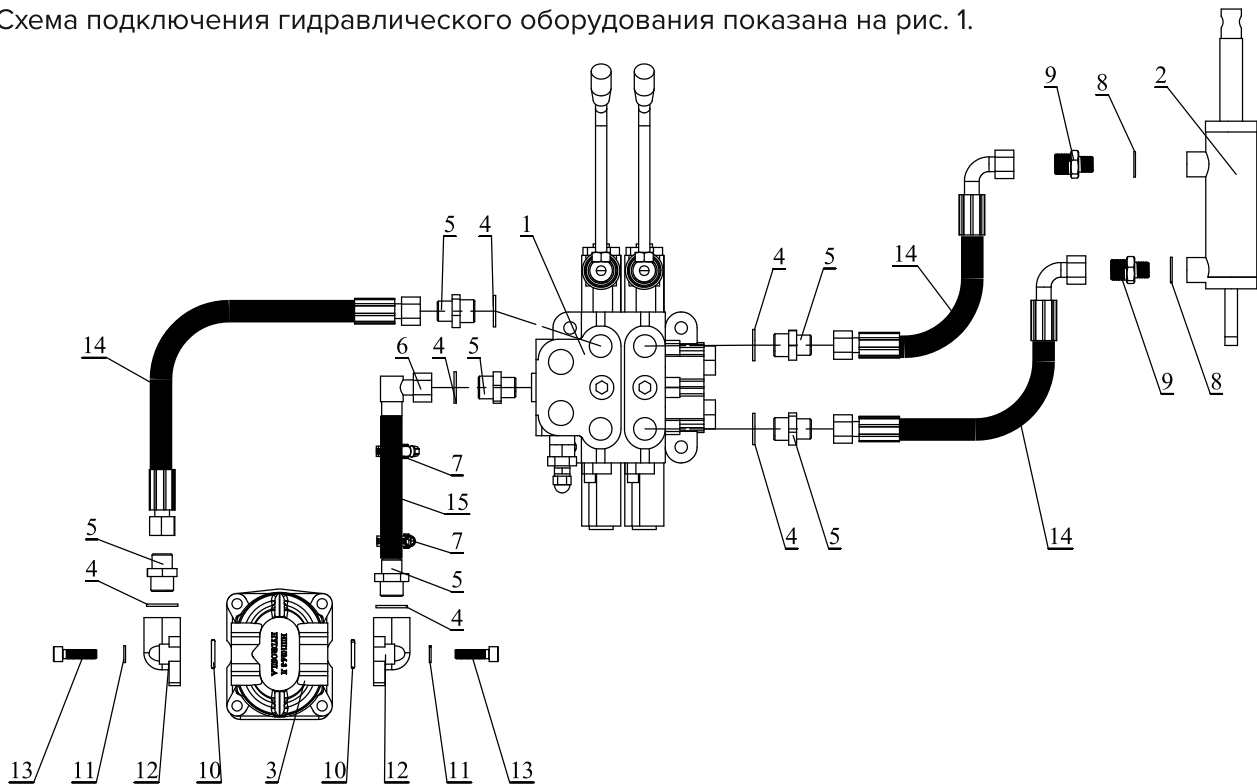

Рис. 1. Гидравлическая схема.
Схема подключения гидравлического оборудования показана на рис. 1.
- Установите гидроцилиндр на подъемный механизм. Шток цилиндра (2) должен крепиться к подвижной части подъемного механизма.
- Присоедините два гидравлических шланга (14) к одной из магистралей гидрораспределителя, согласно рис. 1.
- Убедитесь в наличии уплотнительных колец (4), (8).
- Согласно рис. 1, подключите гидравлический шланг высокого давления на входной канал ГМШ. На входной канал указывает стрелка на корпусе ГМШ. Неправильный монтаж приведет к выдавливанию сальника ГМШ (сальник имеется в комплекте ЗИП).
- На выходной канал, от которого указывает стрелка на корпусе ГМШ, подключите гидравлический шланг (15) (обратка).
**При монтаже гидравлики используйте необходимые уплотнительные кольца согласно рис. 1.**